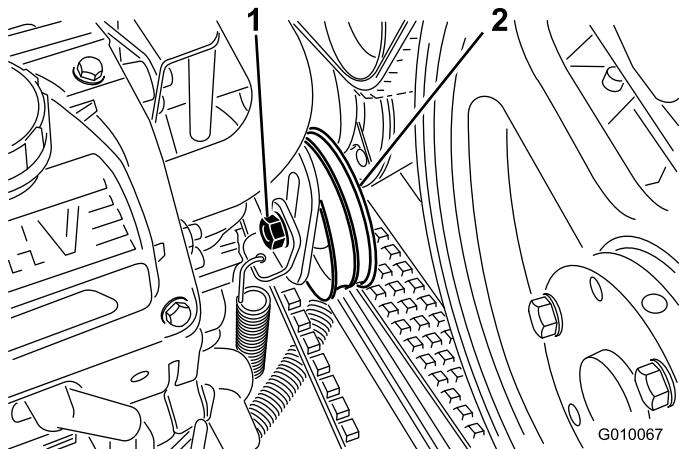

Figura 57
3. Afloje el perno de la polea tensora de la bomba sólo lo suficiente para permitir que se desplace dentro de su ranura de ajuste (Figura 57).